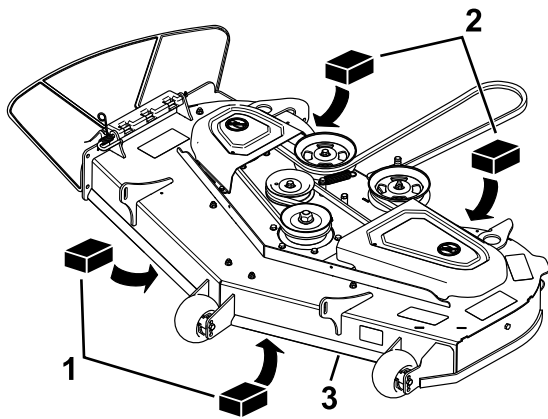

Figure 74
- Placez 2 cales de 6,6 cm d'épaisseur chacune sous chaque côté du bord avant du plateau de coupe, mais pas sous les supports des galets anti-scalp (Figure 74).
- Placez deux cales de 7,3 cm d'épaisseur chacune sous le bord arrière de la jupe du plateau de coupe, une de chaque côté (Figure 74).